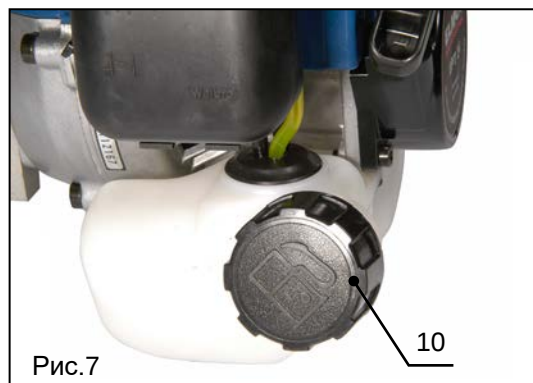

Рис.7
- Следует тщательно очистить всю поверхность рядом с крышкой бака (поз.10, рис.7), чтобы в него не попала грязь.
- Открутите крышку бака (поз.10, рис.7), и осторожно налейте смесь горючего так, чтобы она заполнила бак до нижнего края патрубка.
- Плотнo закрутите крышку бака (поз.10, рис.7).